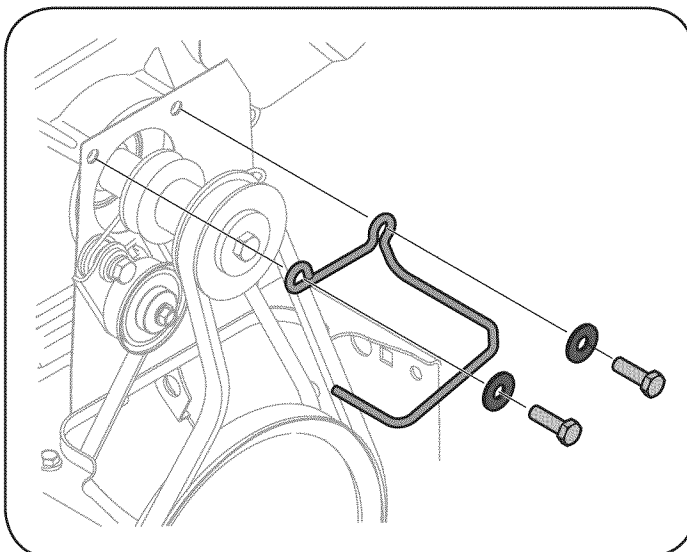

Figura 23
3. Afloje y retire los dos tornillos y arandelas planas que aseguran la guía de la correa. Vea la Figura 23. Retire la guía de la correa.